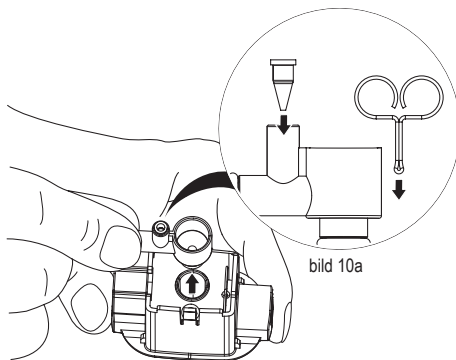

bild 10: Ta bort mjölkskumningsmunstycket
10. Dra mjölkskumarens munstycke vid anslutningen för tillloppet uppåt och ut ur kaffe-/mjölkutloppet (bild 10).